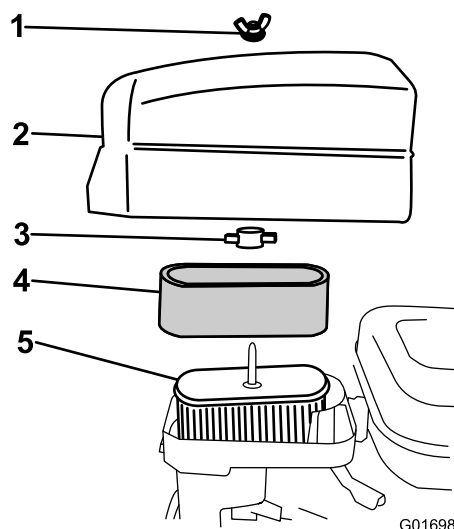

図 25
4. スポンジエレメントを点検し、汚れていればペーパーエレメント（図 25）から外して以下の方法で十分に洗浄する：